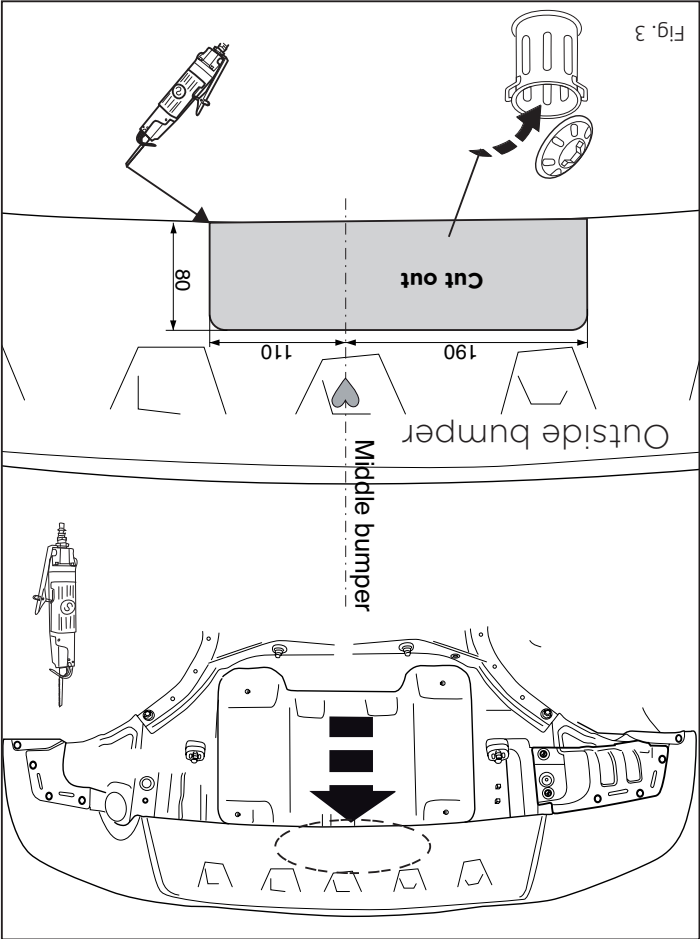

Fig. 3
3. Abb. 3 das angegebene Teil ausschneiden.
3. Выпилить обозначенную часть, как указано на рис. 3.